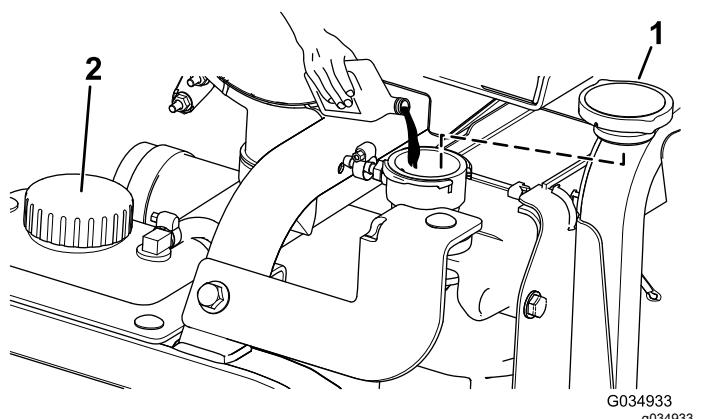

Bild 112
- 5. Füllen Sie den Kühler mit Kühlmittel, bis der Kühlmittelstand an der Lippe des Füllstutzens liegt (Bild 112).